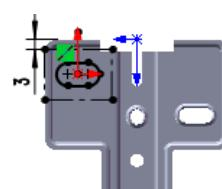

图 16.6.53 编辑草图
(4) 编辑草图，如图 16.6.53 所示。退出草图环境，完成成形特征 5 的创建。